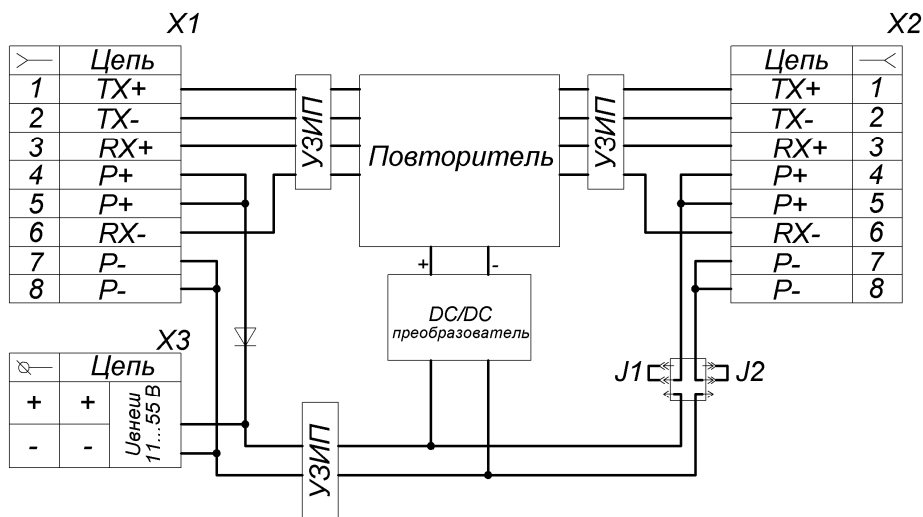

Рис.1 Структурная схема УЛИ-Е.
6. Структурная схема УЛИ-Е приведена на рис.1.